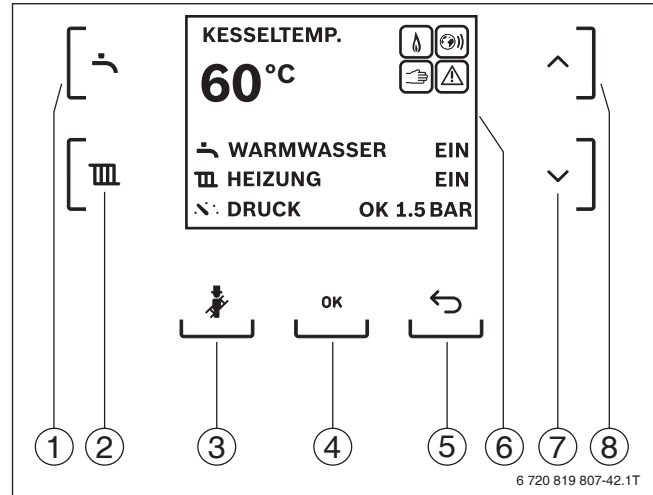

Bild 47 Anzeige und Bedienelemente des Basiscontrollers Logamatic BC30 E
- Warmwasser-Einstellung über das Menü **WARMWASSER**; Aufruf des Menüs mit Taste Warmwasser (→ Bild 47, [1])
- Heizungs-Einstellung über das Menü **HEIZUNG**; Aufruf des Menüs mit Taste Heizung (→ Bild 47, [2])
- Manueller Betrieb z. B. für Abgastest; Taste Schornsteinfeger länger als 3 Sekunden drücken (→ Bild 47, [3])
- Statusanzeige und Störungsdiagnose in einem LC-Display (→ Bild 47, [6])
- Notbetrieb: Taste Schornsteinfeger länger als 8 Sekunden drücken (→ Bild 47, [3])